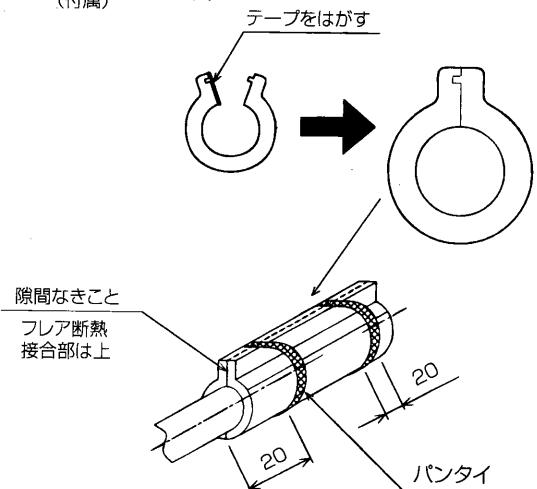

図4
フレア断熱②のつぎ目をテープにて固定し、図4に示す位置でバンタイ(中)④にて固定してください。(図4参照)